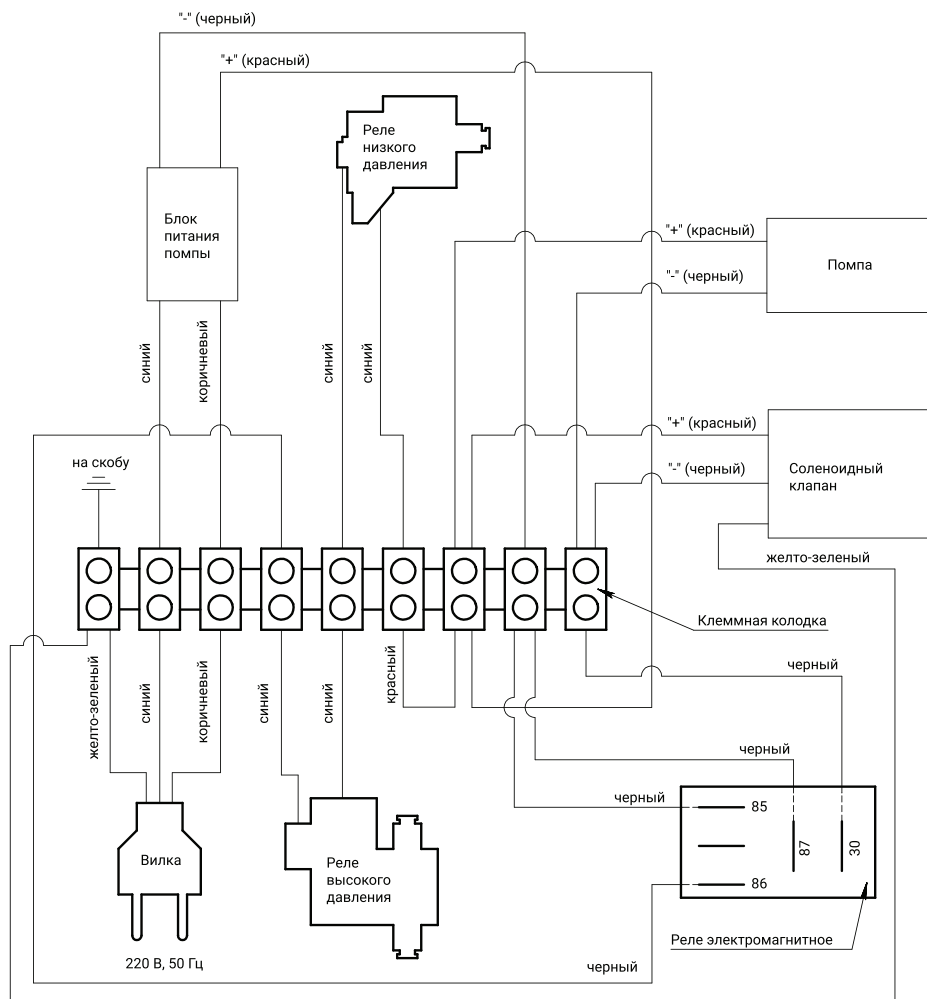

Рис. 14 Электрическая схема.
**Внимание!** При возникновении частых кратковременных включений и отключений фильтра во время его работы с подключенным накопительным баком и/или оборудованием, требуется регулировка реле высокого давления. Регулировка реле производится с помощью вращения регулировочного винта расположенного на корпусе реле. Для регулировки реле используйте шестигранный ключ (в комплект не входит). Место расположения реле в электрической цепи фильтра отображено в разделе «Электрическая схема» рис. 14, стр. 12.